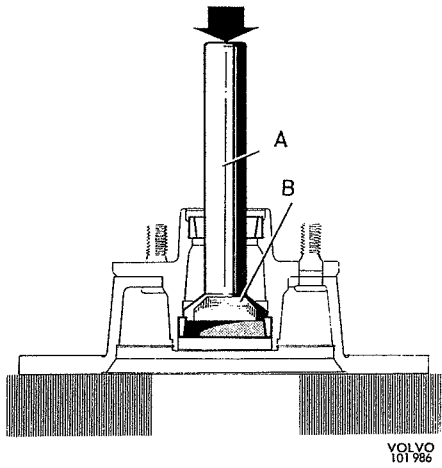
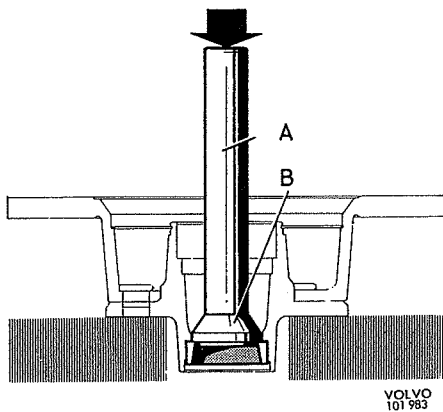

Fig. 7-16. Demontage cup van binnenlager
Fig. 7-17. Demontage cup van buitenlager
5. Verwijder de lagercups. Gebruik drijver SVO 2724 (Fig. 7-16) voor de binnenste cup en drijver SVO 2725 (Fig. 7-17) voor de buitenste cup samen met het standaard handel SVO 1801.